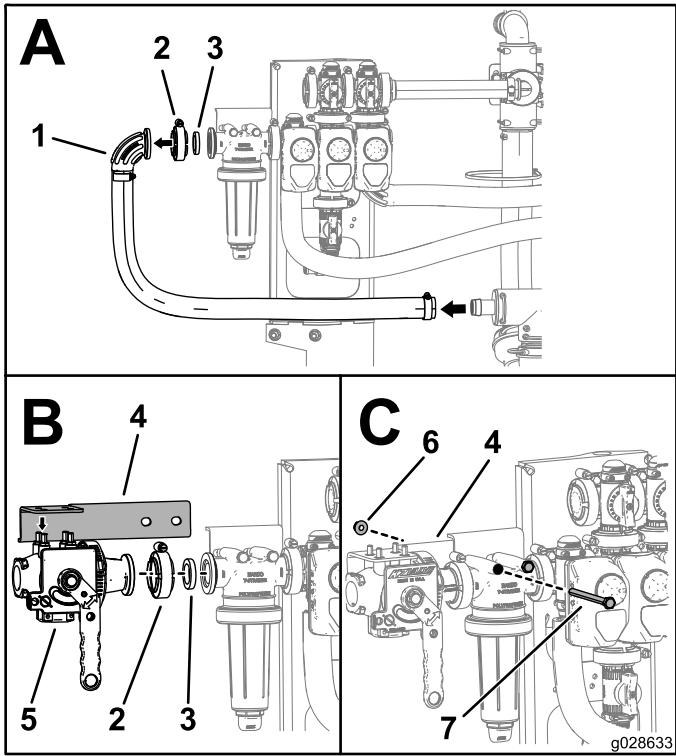

Bild 19
1. Nehmen Sie den Krümmer, die Flanschklemme und den Zulaufschlauch vom Druckfilterkopf ab (Bereich A in Bild 19).
2. Legen Sie die Ventilhalterung auf das Ejektorventil, wie in Bereich B in Bild 19 abgebildet.
3. Befestigen Sie das Ejektorventil mit der in Schritt 1 entfernten Dichtung und Flanschklemme, siehe Bereich B in Bild 19.
4. Befestigen Sie die Halterung mit den Schrauben und Muttern, die zurzeit am Druckfilterkopf angebracht sind, am Auslegerventil, siehe Bereich C in Bild 19.